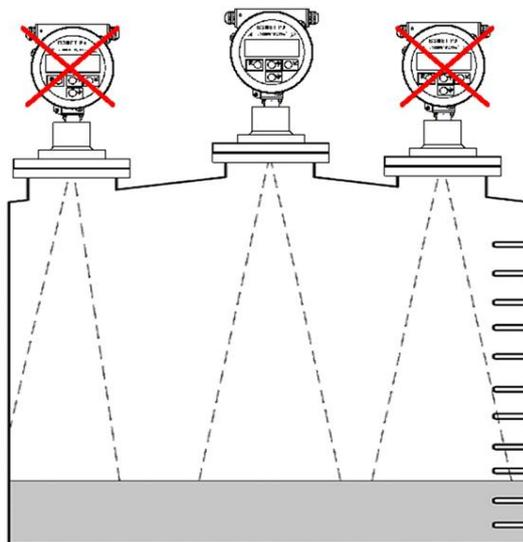

Рисунок 2 – Установка прибора на резервуар с конструктивными элементами
4.1.3.1 Устанавливать прибор таким образом (см. рисунок 2), чтобы в зоне измерения не было предметов или конструкций, создающих помехи распространению радиолуча (трубы, арматура, мешалки, стенки резервуара и пр.).